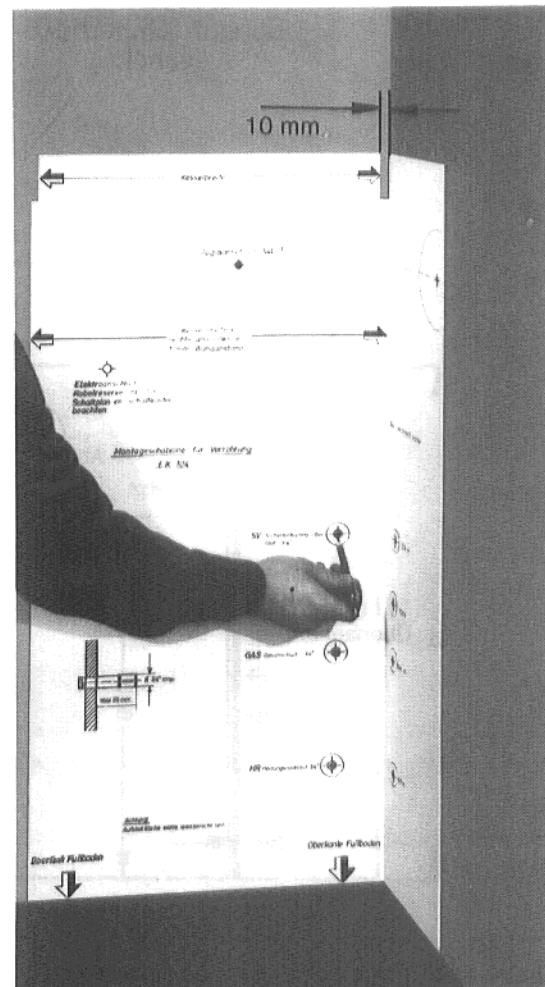

Abb. 6
- Alle Anschlüsse mittig kennzeichnen (s. Abb. 6).